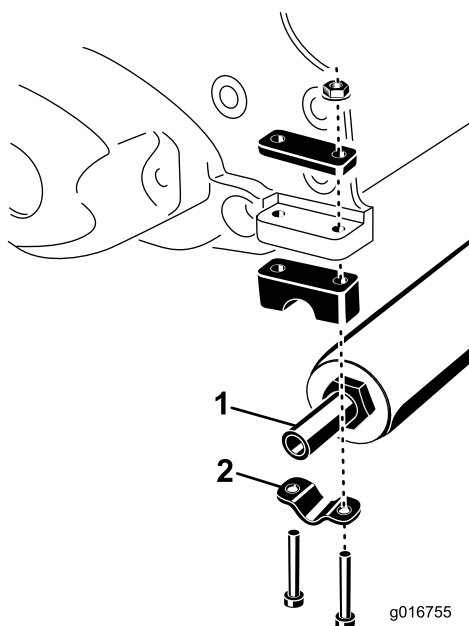

Figura 1
2. Retire los 2 tornillos de caperuza y las tuercas que sujetan las abrazaderas del rodillo a cada extremo de la unidad de corte (Figura 1). Retire el rodillo.